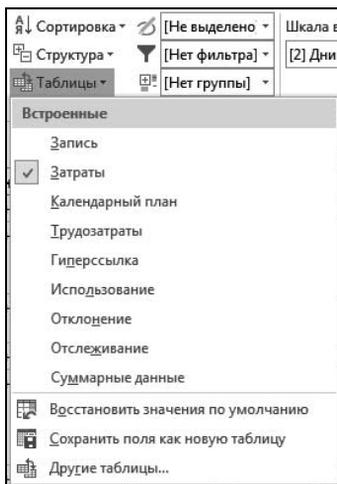

Рис. 7.2. Вид меню выбора таблицы
2. В открывшемся списке (рис. 7.2) выбрать команду **Сохранить поля как новую таблицу**. В открывшемся окне указать имя новой таблицы: Анализ графика — и нажать кнопку **ОК**.
3. Следует учитывать, что вновь созданная таблица еще не будет доступна в показанном на рис. 7.2 меню. Для ее выбора следует в области **Данные** еще раз выбрать список **Таблицы** и в открывшемся списке (см. рис. 7.2) выбрать команду **Другие таблицы**. В открывшемся окне (оно аналогично показанному на рис. 4.15) можно выбрать таблицу **Анализ графика** и нажать кнопку **Применить**.